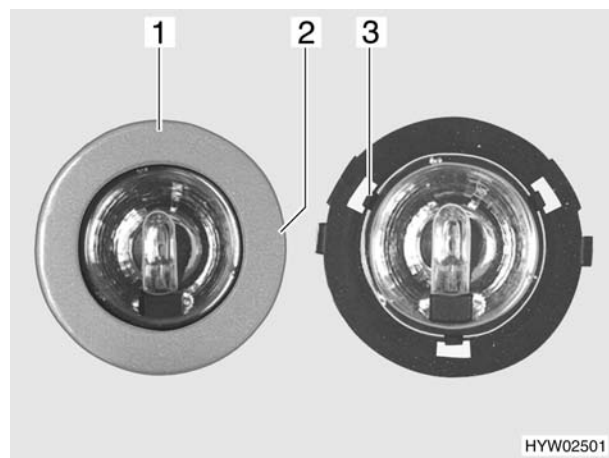

Bild 179 Halogenleuchte
- Langsam die Blende (Bild 179,1) drehen, bis die Nase (Bild 179,2) des Gehäuses in der darunter liegenden Blendennut einrastet.
- 3 Klammern (Bild 179,3) halten die Glasscheibe der Halogenleuchte im Gehäuse. Eine der 3 Klammern zur Seite drücken.